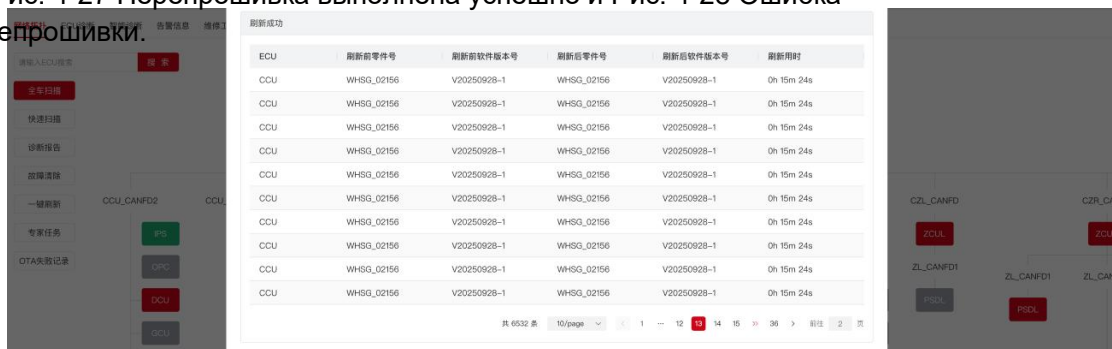
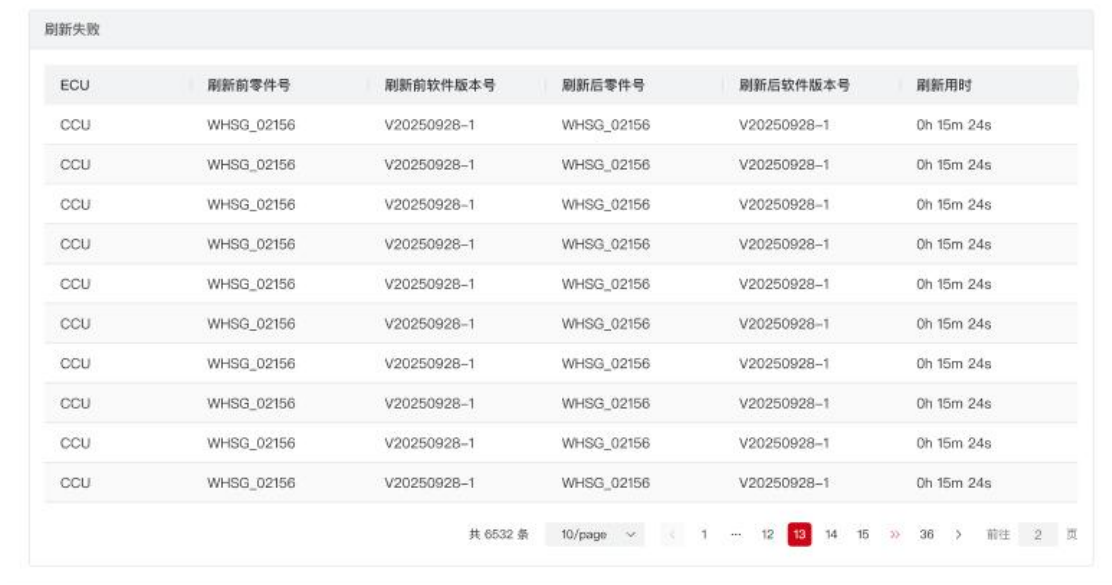

Рис. 4-27 Перепрошивка выполнена успешно
Рис. 4-28 Ошибка перепрошивки
3. После завершения обновления формируется отчёт, как показано на Рис. 4-27 Перепрошивка выполнена успешно и Рис. 4-28 Ошибка перепрошивки.